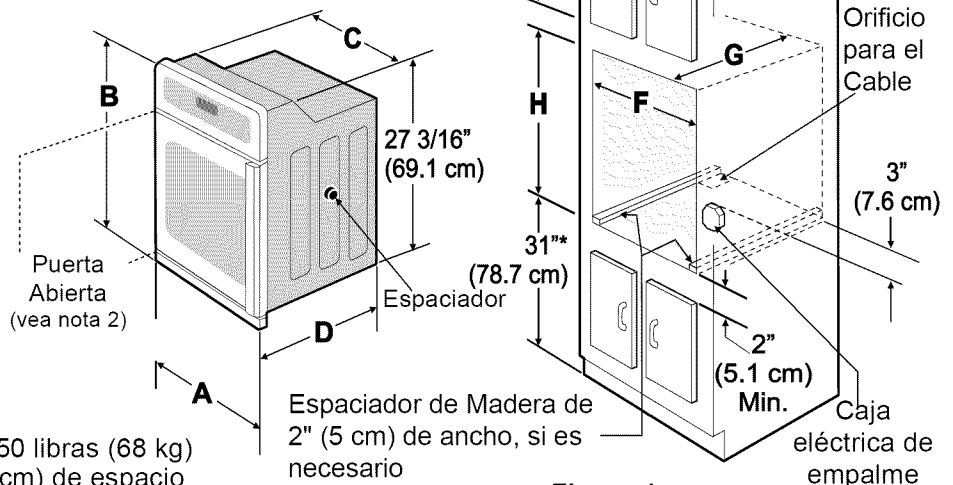

Figura 1
El primer paso para su instalación debe de ser el de medir las dimensiones de la apertura y compararlas con las que se indican en el cuadro de dimensiones del hueco de la figura 1. Posiblemente encontrará que algún trabajo de carpintería será necesario.
Consulte la Figura 1 para conocer las dimensiones pertinentes al su horno y al espacio necesario en el que poner el horno. La superficie donde se va a apoyar el horno debe de ser de madera contrachapada sólida u otro material similar y, sobre todo, la superficie tiene que estar a nivel, de lado a lado, y de atrás hacia adelante.
La altura del horno se puede ajustar con cuñas de madera de 2" (5 cm) de ancho, donde sea necesario, para que quepa en un gabinete o abertura existente, cuando la altura del corte es superior a **28¹/₈" (71,4 cm)** (ver la Figura 1). Para un corte de una altura mayor que
2. Este electrodoméstico debe conectarse a la caja de fusibles (o de cortocircuito), por medio de un cable blindado flexible o un cable con forro no metálico. El cable blindado flexible que va desde el electrodoméstico debe de estar conectado directamente a la caja de empalme. La caja de empalme debe de estar localizada en el lugar que se indica en la Figura 1, dejando tanto exceso de cable como sea posible entre la caja y el electrodoméstico, de forma que así el electrodoméstico se pueda mover fácilmente, si fuera necesario para hacer una reparación.